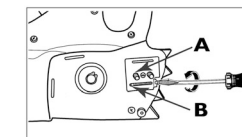

Fig. 3A
2. Utilizando un destornillador o la llave, si se incluye en su Kit de Usuario, gire el tornillo de ajuste de la cadena (A) en sentido contrario a las agujas del reloj todo lo posible, o hasta que la espiga (B) (punta saliente) llegue al final de su recorrido. (Ver Fig. 3A)